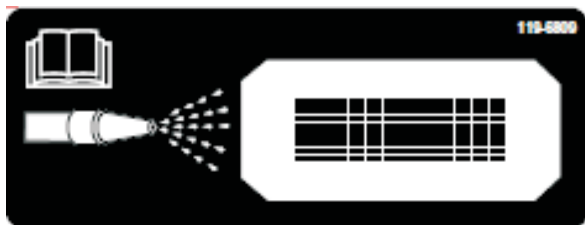
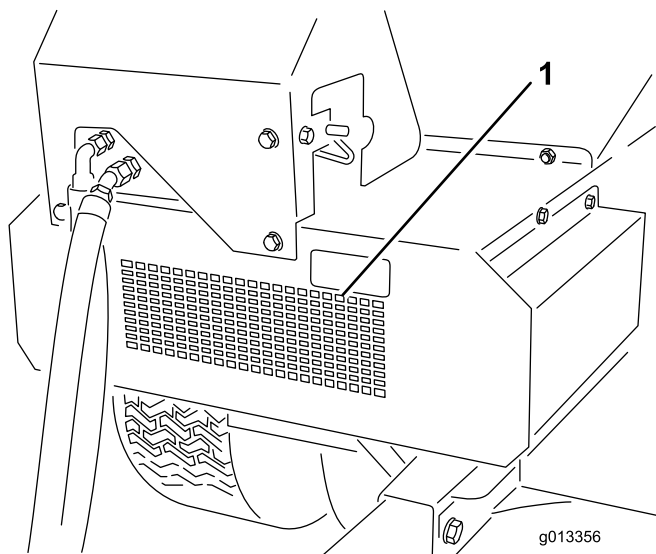

Figura 51
Figura 52
- Localice la pegatina de limpieza de la parte delantera de la ProPass (Figura 51), y, con una manguera de jardín, pulverice a través de la rejilla delantera hasta eliminar cualquier resto de material del suelo interior (Figura 52).